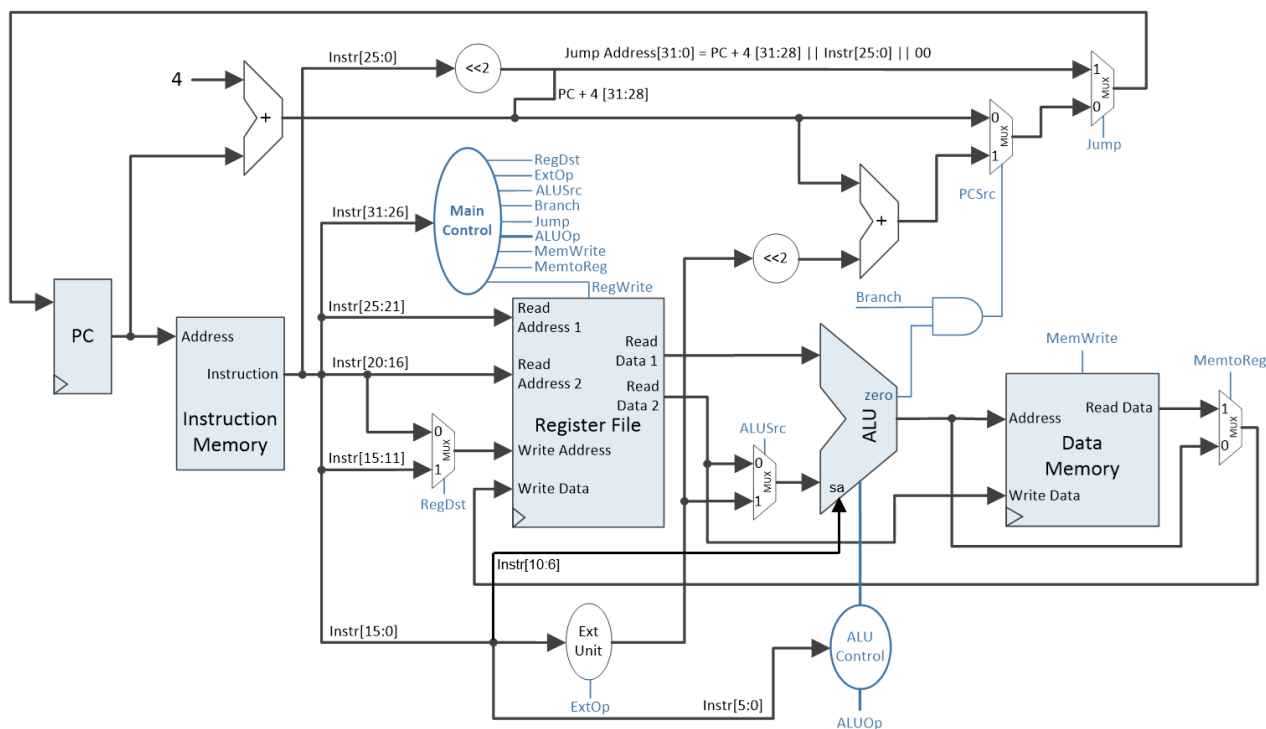

Figura 5-1: Arhitectura de ansamblu pentru MIPS 32 cu ciclu unic de ceas
Temă: Având ca model noțiunile din cursul 4 și Figura 5-1 din lucrarea 5, desenați arhitectura procesorului, asigurându-vă că includeți toate componentele necesare astfel încât cele 15 instrucțiuni să se execute corect. Identificați semnalele de control necesare și completați un tabel cu valorile acestora pentru fiecare instrucțiune în parte.
- Arhitectura procesorului personalizat, având ca punct de pornire Figura 5-1 (lucrarea 4, activitatea 4.3.3).